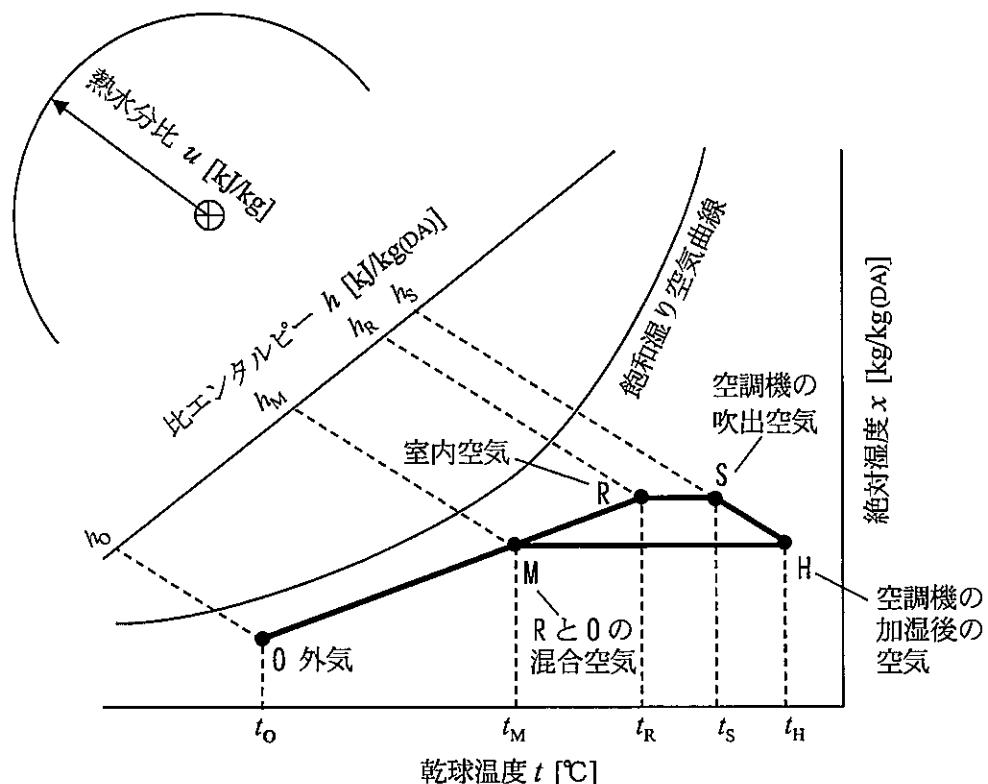

図1 暖房時の空調プロセス（水噴霧加湿）
(2) 図1は、暖房時の空気調和のプロセスを湿り空気線図 ($h - x$ 線図) 上に表したものであり、加湿方式には水噴霧加湿を採用している。